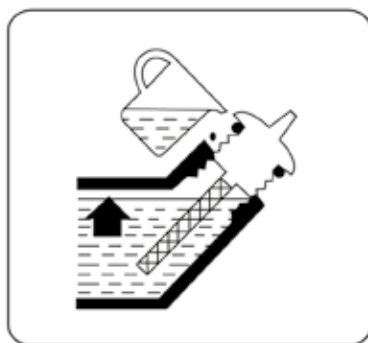

Рис. 2.2
3. Если масляный уровень ниже конца щупа, долейте рекомендуемое масло до нужного уровня, согласно схеме (**рис. 2.2**).
4. Залейте новое рекомендуемое масло согласно схеме (**рис. 2.2**) в генератор до нужного уровня.